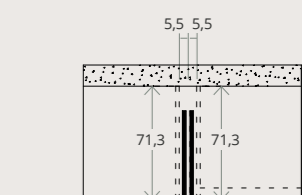

FIG. 5
- Il lato con meccanismo rientrante PUÒ essere affiancato ad un altro lato con meccanismo di apertura ante Battente Rientrante tramite apposito connettore doppio (Fig. 5).
- The side with the retractable mechanism CAN be placed side-by-side with another side with a Retractable Hinged door opening mechanism using a dedicated double connector (Fig. 5).
- Le côté avec mécanisme rentrant peut être accosté à un autre côté avec mécanisme d'ouverture des portes A battant Rentrant via un double raccord spécifique (Fig. 5).
- El lado con mecanismo escamoteable PUEDA apoyarse contra otro lado con mecanismo de apertura puertas Batiente Escamoteable mediante el doble conector adecuado (Fig. 5).
- Сторона с задвигающим механизмом МОЖЕТ быть установлена рядом с другой стороной с механизмом открывания распахнутых задвигающихся створок с помощью специального двойного соединительного зажима (Рис. 5).
- 带伸缩机制的一边可与带伸缩铰链门打开机制的另一边通过两个专用连接器紧靠安装(图5)。